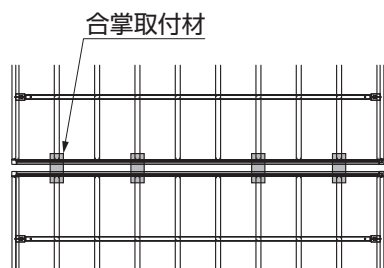
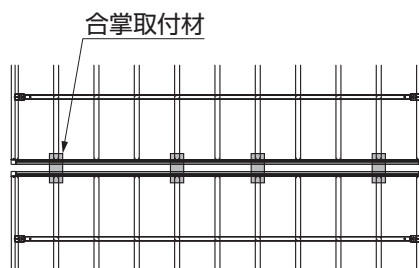

図2-5 W54サイズ
図2-6 W60サイズ
- 合掌取付材を取付ける中間アーチのみの加工してください。(図2-5、図2-6参照)